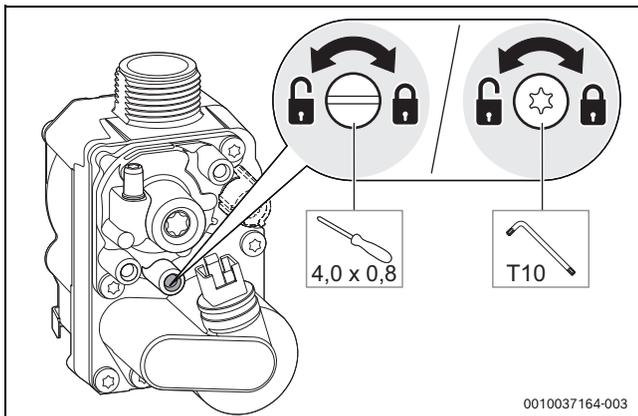

Fig. 93 Mesure de la pression de raccordement du gaz
- ▶ Desserrer la vis sur la tubulure de mesure pour la pression de raccordement du gaz de 2 tours (→ fig. 93).